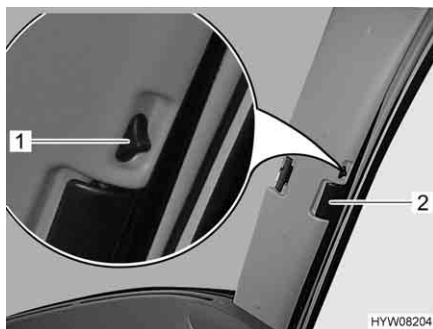

Fig. 24 Bloccaggio delle tendine oscuranti pieghevoli per il finestrino del conducente/passeggero
- Inserire la tendina oscurante pieghevole per la maniglia (Fig. 24,2) fino all'arresto.
- Spingere il bottone di bloccaggio (Fig. 24,1) in basso.